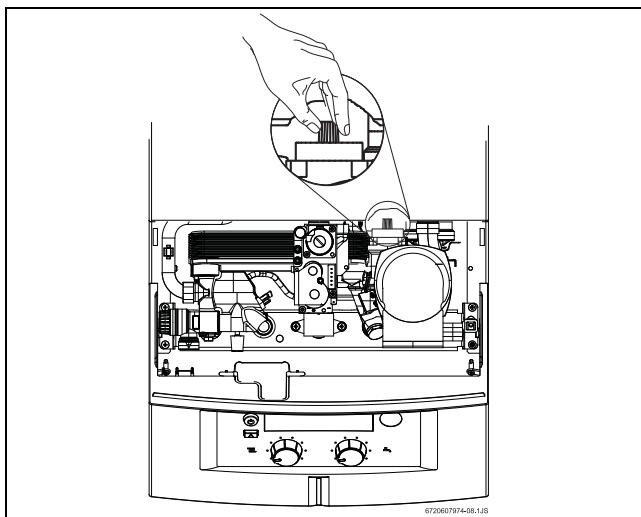

Рис. 13 Воздухоотводчик
- ▶ Выпустить воздух из прибора с помощью встроенного воздухоотводчика (см. рис. 13).